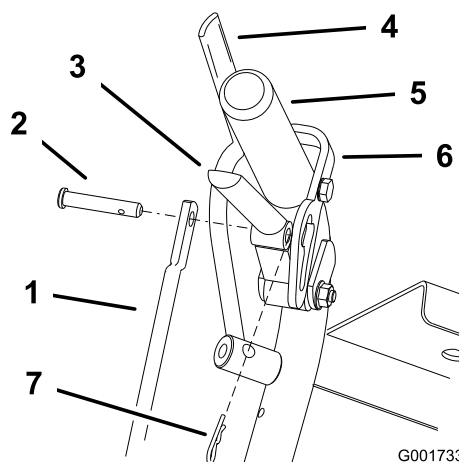
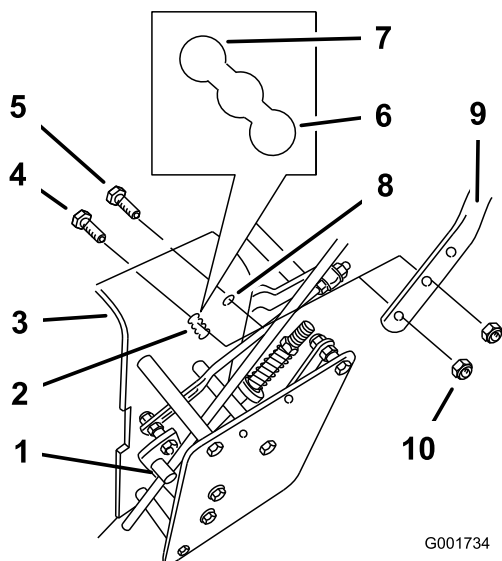

Figura 18
Figura 19
- Retire los pasadores y los pasadores de seguridad de las palancas de avance y los cierres de bloqueo de punto muerto (Figura 18).
2. Afloje los pernos con arandela prensada superiores y la tuerca con arandela prensada (3/8 x 1-1/4 pulgada) que sujetan el manillar al bastidor trasero (Figura 19).
3. Retire los pernos con arandela prensada inferiores (3/8 x 1 pulgada) y las tuercas con arandela prensada que sujetan el manillar al bastidor trasero (Figura 19).
5. Ajuste la longitud de la varilla de control girando la varilla de control en el acoplamiento (Figura 18 y Figura 19).
6. Instale el pasador de horquilla entre las palancas de avance y los cierres de bloqueo de punto muerto e introdúzcalo en los pasadores de seguridad (Figura 18).